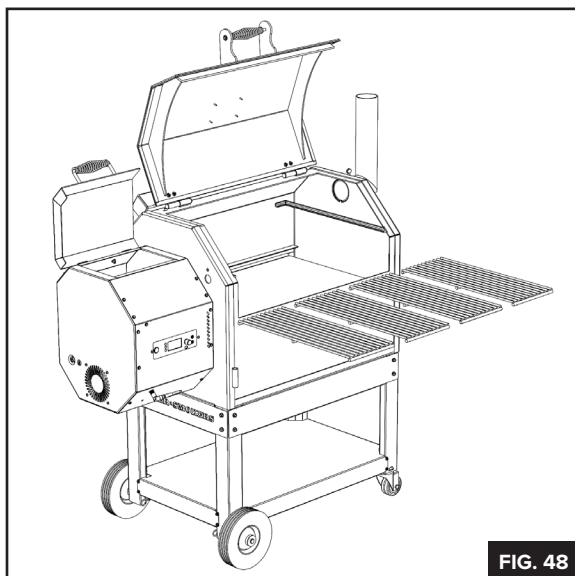
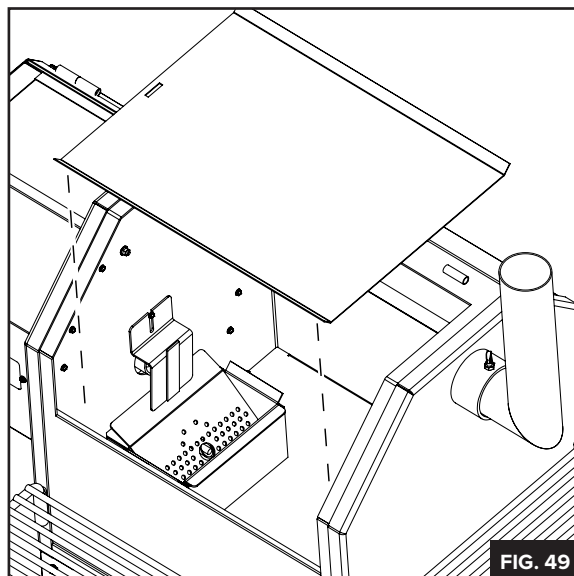

FIG. 48
FIG. 49
1. Assurez-vous que le cordon d'alimentation du Yoder est débranché. Enlever les grilles de cuisson (**FIG. 48**), plaque de diffusion (**FIG. 49**) et grille de combustion (**FIG. 50**).